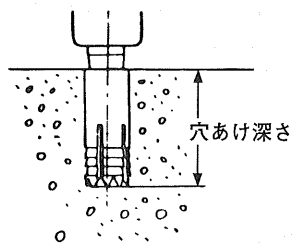

図 8
- (2) 所定の深さになりましたら（図8）、一たんアンカーを抜きます。
- (3) スポイトで穴の中の切粉を吹き飛ばします。
- (4) アンカーの先端にプラグを付け、再び本機で打ち込みます。